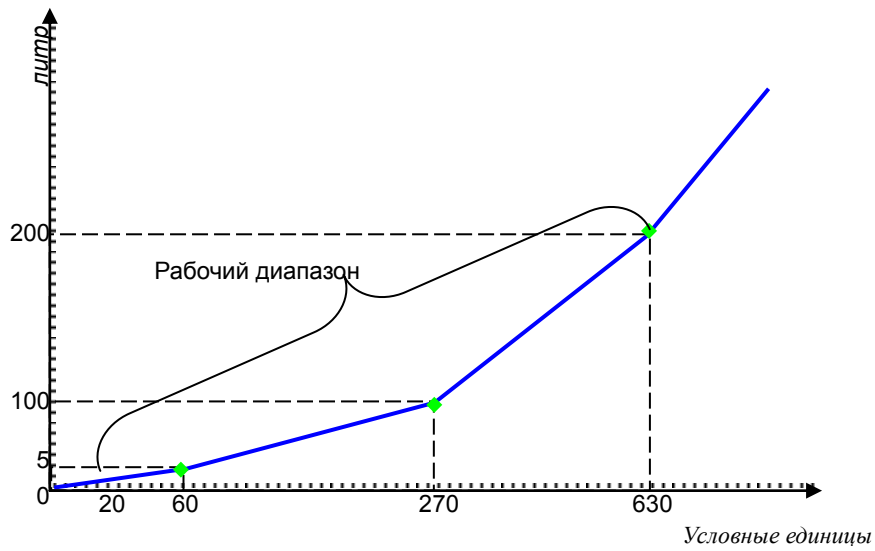

Рисунок 13 - Показания датчика топлива
- откройте окно «BDE Administrator», рисунок 13, выбрав пункт меню «Пуск» - «Настройка» - «Панель управления»;